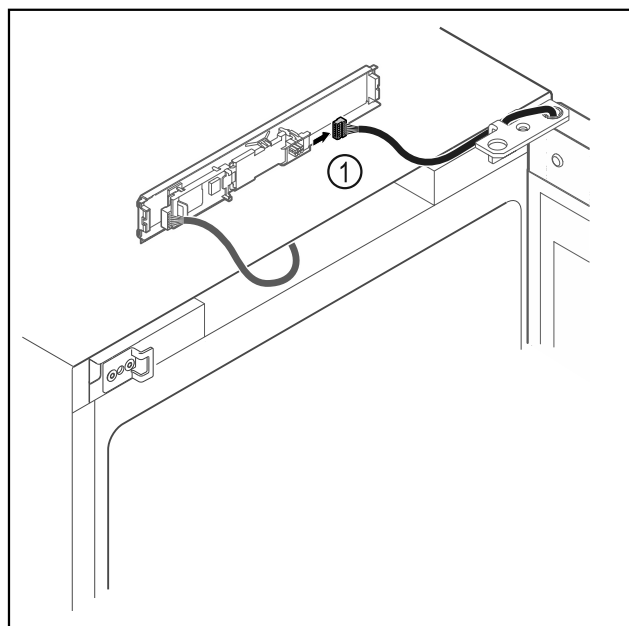

Fig. 9
- Scollegare il connettore Fig. 9 (1) dalla scheda.